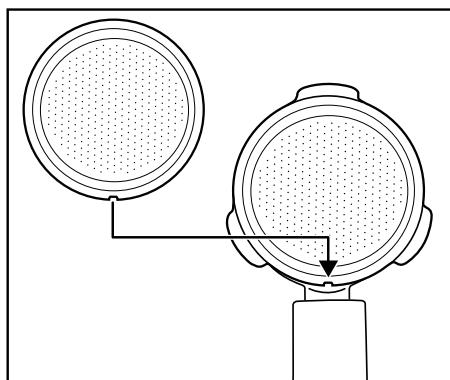

Figura 2
- Badare che il piccolo intaglio presente sul filtro per espresso grande **19** o piccolo **20** all'atto dell'inserimento si trovi sopra l'intaglio presente sul portafiltro **18**. (Figura 2).